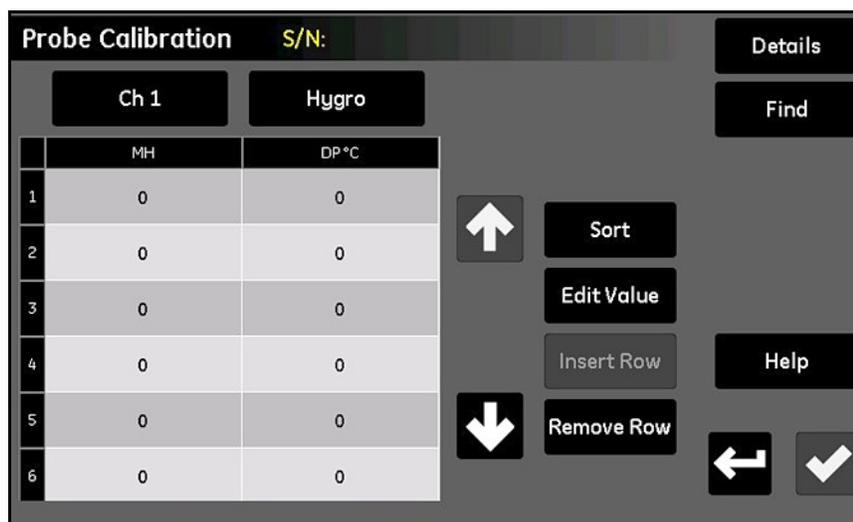

Abbildung 58: Bildschirm „Sensorkalibrierung“
1. Tippen Sie im Bildschirm *Konfigurationsmenü* auf die Schaltfläche **Sensorkalibr.**, um einen Bildschirm *Sensorkalibrierung* zu öffnen, der ähnlich wie in *Abbildung 58 auf Seite 64* dargestellt aussieht. **Beachten Sie, dass die Seriennummer des entsprechenden Sensors zur Referenz im oberen Bildschirmbereich angezeigt wird.**